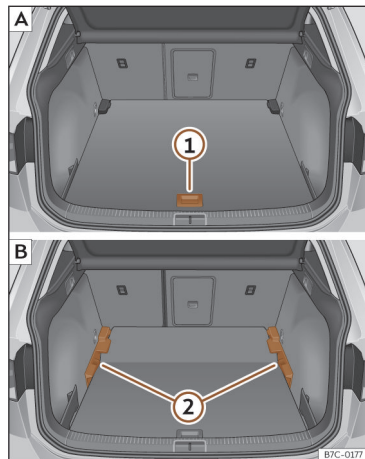

Fig. 162 Plancher du coffre à bagages modulable : **A** position haute ; **B** position basse.
- Pour passer de la position basse en position haute, relevez le plancher avec la poignée >>> **fig. 162** ①, tirez-le vers l'arrière jusqu'à ce que la partie avant du plancher dépasse complètement les supports ②.
- Déplacez le plancher vers l'avant sur ces derniers jusqu'à ce qu'il bute contre le dossier de la banquette arrière et ensuite, abaissez le plancher avec la poignée ①.
- Pour passer de la position haute en position basse, relevez le plancher avec la poignée >>> **fig. 162** ①, tirez-le vers l'arrière jusqu'à ce que la partie avant du plancher dépasse complètement les supports ②.
- Laissez tomber la partie avant contre le plancher et poussez ce dernier vers l'avant jusqu'à ce qu'il bute contre le dossier de la banquette arrière en abaissant en même temps le plancher avec la poignée ①.
- Lorsque le plancher modulable se trouve en position haute, relevez-le à l'aide de la poignée >>> **fig. 162** ①, tirez-le et repoussez-le vers le dossier de la banquette arrière jusqu'à ce qu'il se plie au niveau de la charnière et que sa partie mobile repose contre le dossier.
- Pour passer de la position haute en position basse, relevez le plancher modulable avec la poignée >>> **fig. 162** ① et tirez-le légèrement vers l'arrière.
- Poussez le plancher modulable en direction des sièges arrière rabattus à l'aide de la poignée ① en appuyant légèrement dessus de manière à placer la partie mobile du plancher au même niveau que le dossier des sièges arrière.